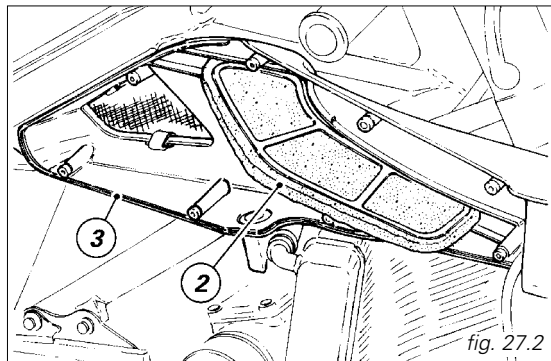

fig. 27.2
Quitar el filtro (2, fig. 27.2) del asiento en la tapa interior (3).
Montar nuevamente en forma correcta el filtro, como ilustra la figura (fig. 27.2), en el asiento dentro de la tapa y montar todos los elementos desmontados.